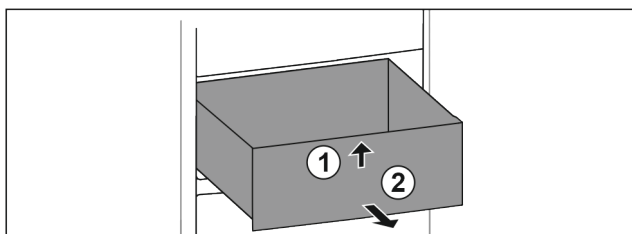

Fig. 23
- Приподнимите выдвижной ящик спереди. Fig. 23 (1)
- Извлеките выдвижной ящик движением вперед. Fig. 23 (2)